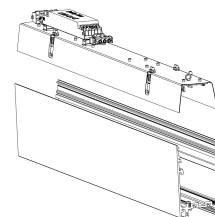

Рисунок 1
- Извлеките из алюминиевого корпуса светильника рассеиватель и отражатель со светодиодами (Рисунок 1);